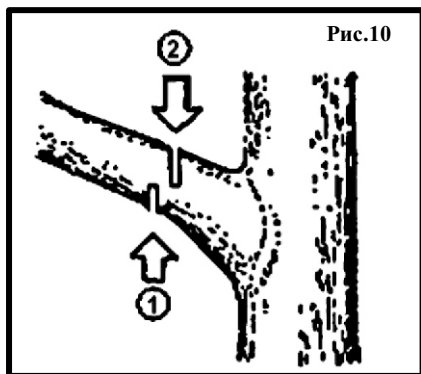

Рис.10
6.9.Резка ветви на стоящем дереве (рис.10).